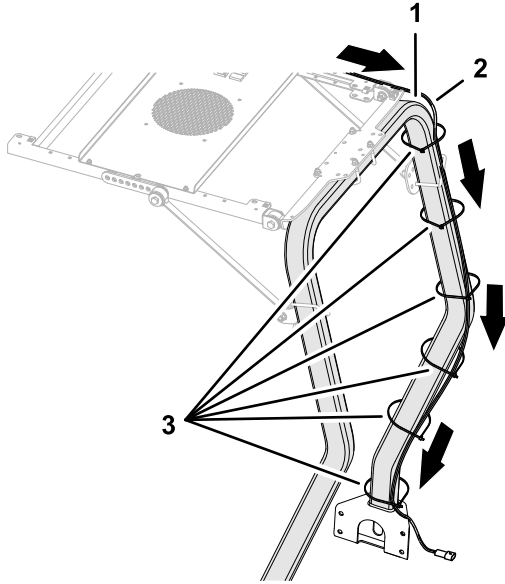

Figure 9
- Acheminez le faisceau de câblage du kit du panneau de commande le long du tube de l'arceau de sécurité, comme montré à la Figure 9.
- Attachez le faisceau de câblage au tube de l'arceau de sécurité avec autant de serre-câbles que nécessaire (Figure 9).